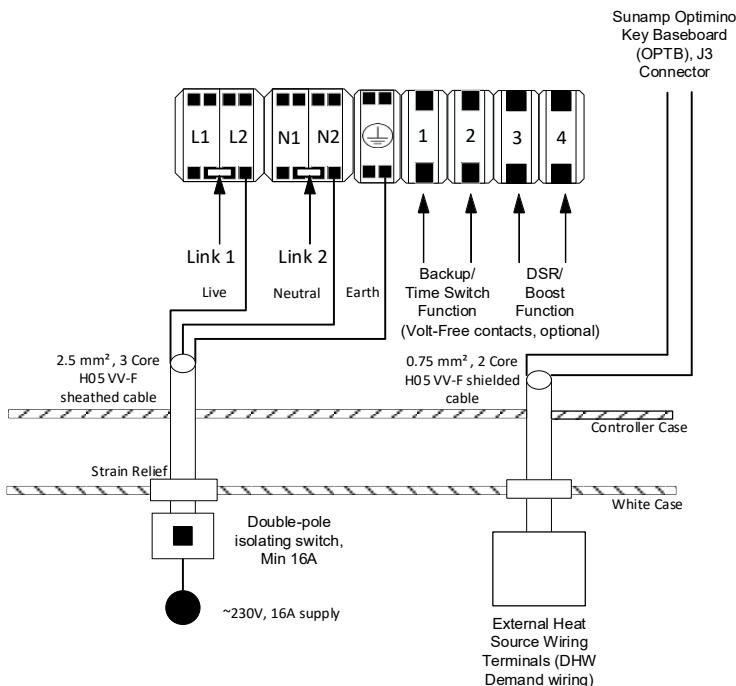

Abbildung 10 – Verkabelung der Thermino xPlus Wärmebatterie ohne
- Ohne Solarenergie-Umschaltung folgen Sie Abschnitt 6.4.1, Abbildung 10